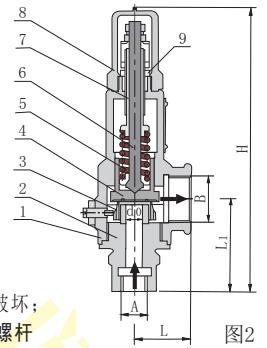

图2
- 1、开启压力已经调整好的安全阀, 若回座压力及排放压力不符合要求, 则可利用改变调节圈3[见图2]的位置来调整, 调节圈有单调节圈和双调节圈之分;